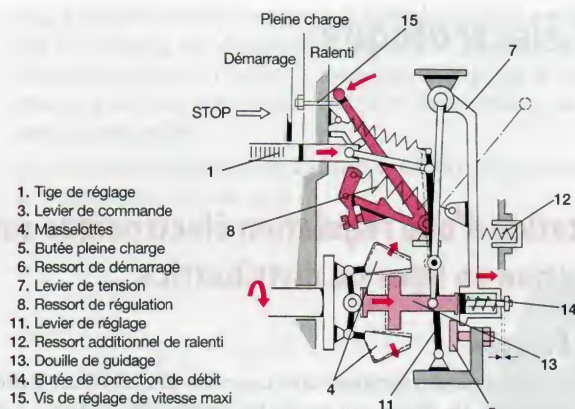

Figure 93.4. Régulateur Bosch RSV, pleine charge au régime maximal commencement de la régulation
L'augmentation de la *force centrifuge* permet aux masselottes de comprimer le ressort de correction (14), par l'intermédiaire de la *douille de guidage* (13). Le *débit injecté* correspond alors à celui réglé par la *butée* de pleine charge (5) (fig. 93.4).